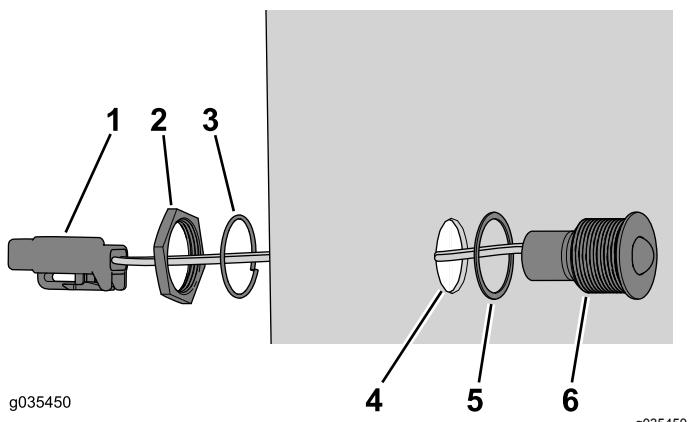

Figura 15
6. Inserte el conector a través del taladro de montaje en el panel de la cubierta Figura 15
**Nota:** Asegúrese de que la junta queda firmemente instalada entre la cubierta y el indicador (Figura 15).
7. Utilice la tuerca de retención y la arandela de freno para fijar el indicador en el taladro de montaje del panel de la cubierta (Figura 15).